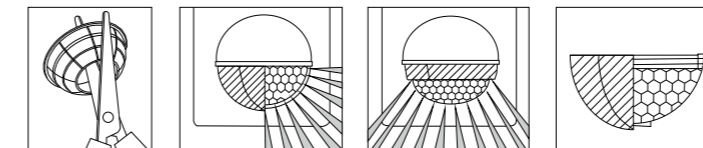

Fig. 9
3.4.3 Insérez le cache dans la fente périphérique à la tête du capteur. La position du cache peut être ajusté en le glissant dans la fente (fig. 9).